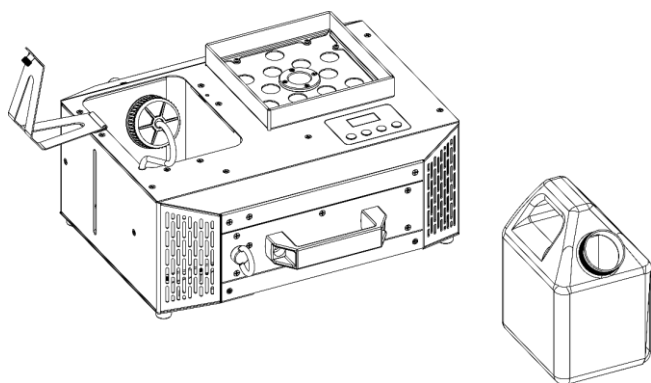

Abb. 32
- 06) Stellen Sie den **Flüssigkeitstank (02)** auf eine ebene Fläche in der Nähe des Geräts, wie in Abb. 32 gezeigt.